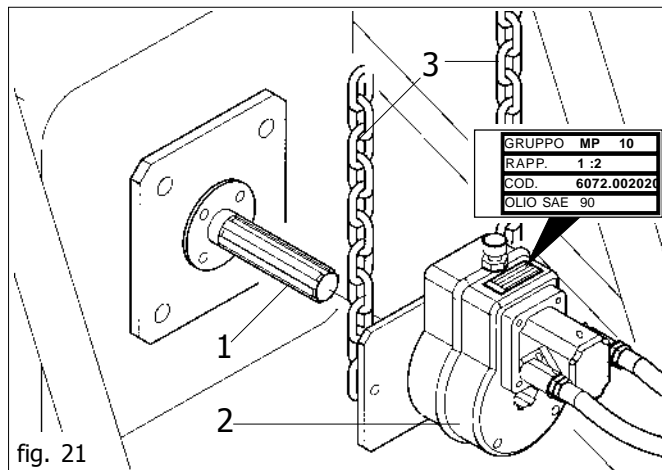

fig. 21
Limpie y engrase la toma de fuerza del tractor (1 fig. 21). Conecte el multiplicador (2) en la toma de fuerza del equipo, como muestra la figura 21.